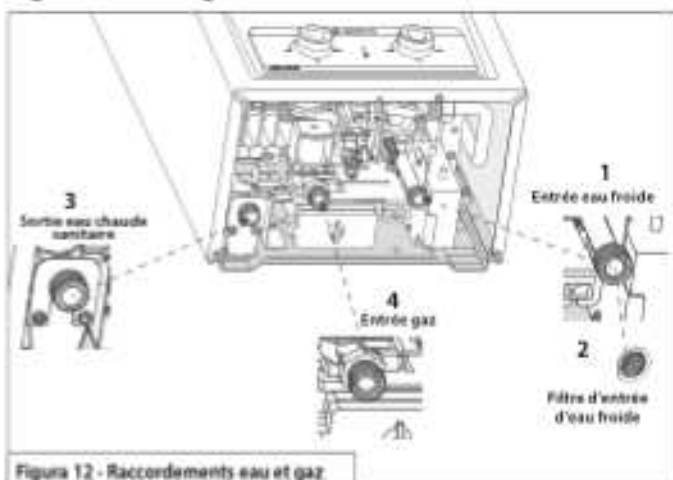

Figure 12 - Raccordements eau et gaz
- Vérifiez si le filtre à eau (voir Figure 12 - 2) est assemblé dans le raccord d'arrivée d'eau de l'appareil